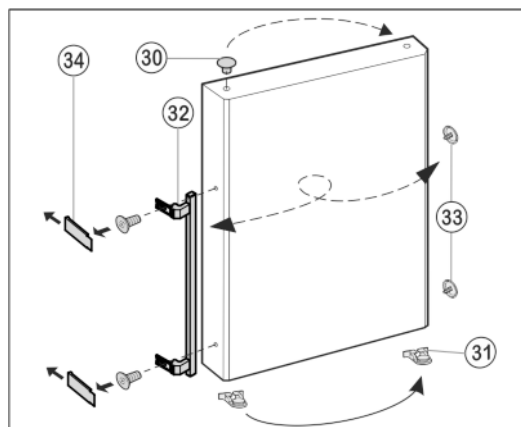

Fig. 11
- ▶ Enlever le bouchon Fig. 11 (30) du coussinet de la porte et le permuter de l'autre côté.
- ▶ Démontez la poignée de porte *Fig. 11 (32)*, les bouchons *Fig. 11 (33)* et les plaques d'appui\* *Fig. 11 (34)* et les permuter sur le côté opposé.